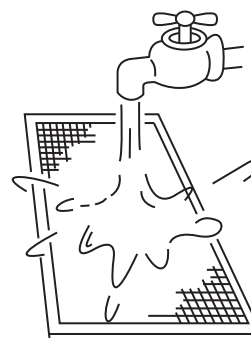

Fig.6-4
- O lado de entrada de ar deverá ficar virado para baixo, no caso de usar água. (Ver Fig. 6-4)